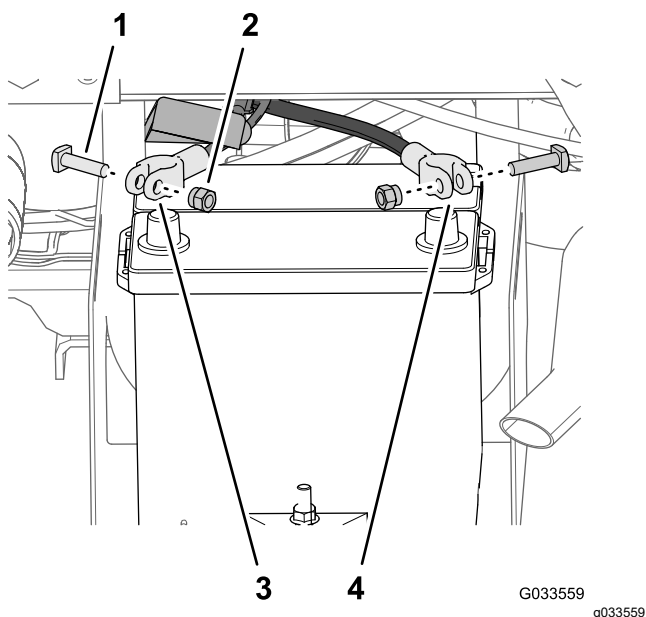

Figura 27
1. Demontai piuliile i uruburile în T de la clemele cablurilor de baterie pozitive i negative (Figura 27).